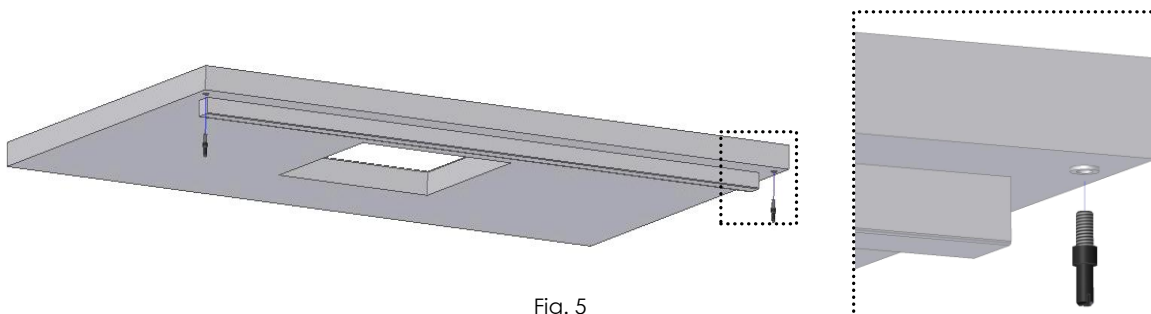

Fig. 5
- Collocare i **due perni superiori** nel piano (Fig. 5);